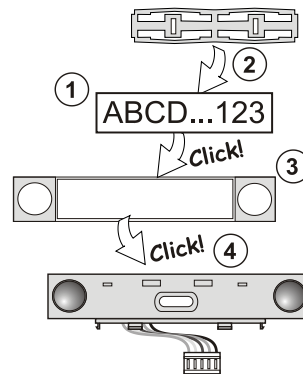

Figure 3 : Insertion d'une étiquette dans un segment de commande
- Lorsque le périphérique est allumé, la touche rétroéclairée d'activation jaune (3) clignote de manière répétée pour indiquer que le module n'a pas été inscrit dans le système.
- Enclencher la touche rétroéclairée d'activation (3) au-dessus de l'écran - le module est ainsi inscrit et l'indicateur à LED jaune s'éteint.
- Lorsque l'installation est terminée, insérer les étiquettes descriptives sur les capots transparents des segments et fermer ceux-ci, voir la figure 3. L'impression des étiquettes fait partie du logiciel F-Link (fenêtre **Périphériques**, sur la position du module - **Paramètres internes**).